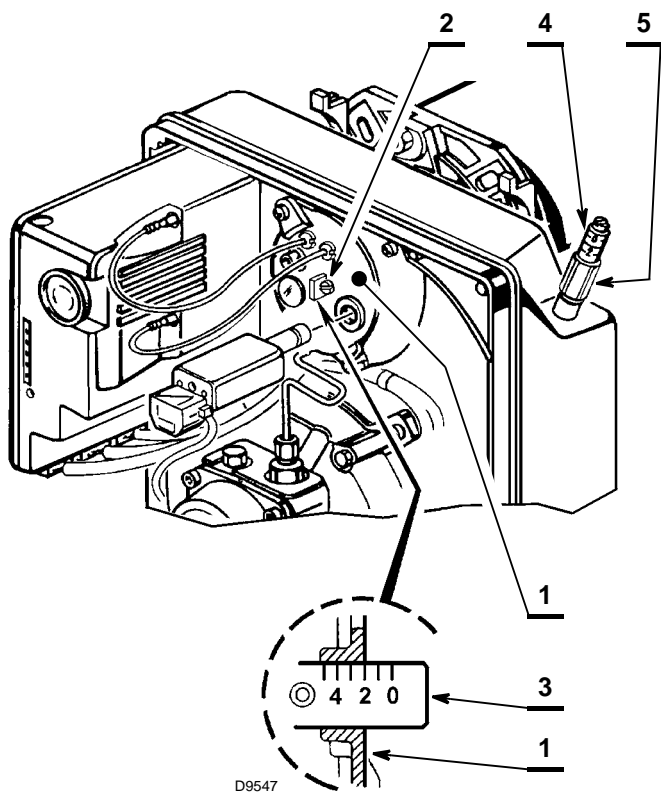

Fig. 16
- Girar el tornillo de regulación 2) (Fig. 16) en sentido horario o antihorario hasta que la muesca marcada sobre la varilla de ajuste 3) coincida con el plano externo del conjunto portaboquilla 1).
- aflojar la tuerca 5) (Fig. 16) y calibrar el registro de aire con el tornillo 4).